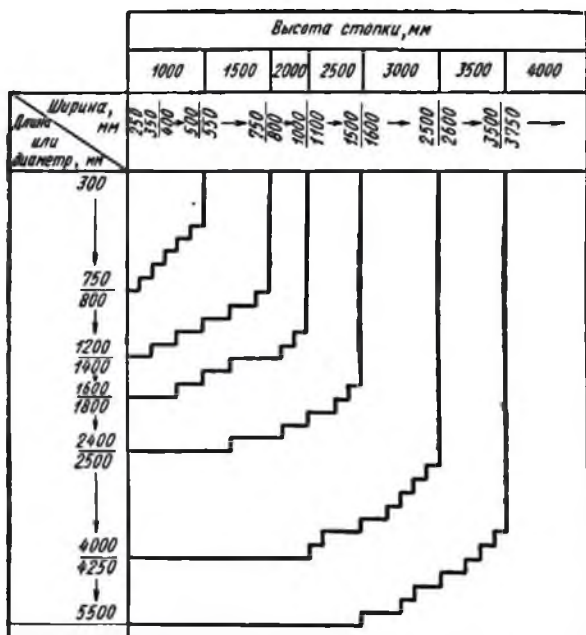

Рис. 1. Высота штабеля в зависимости от размера опок
12. Пустые опок необходимо укладывать в устойчивые штабеля (рис. 1). Штабеля опок должны быть ровные, без уклонов и уложены на ровных площадках.